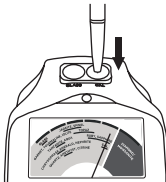

Abb. 1.4
- Drücken Sie den Teststift auf die Testscheibe zur Kalibrierung (CAL) auf der rechten Seite der Leuchtanzeige (**Abb. 1.4**). Drücken Sie lediglich so fest, dass die Prüfspitze vollständig im Sondierstift verschwindet. Die Anzeige sollte bis innerhalb des roten Streifens (vorzugsweise in der Mitte des roten Streifens) aufsteigen und die Schrift "CAL" sollte innerhalb von etwa zwei bis drei Sekunden oben angezeigt werden.